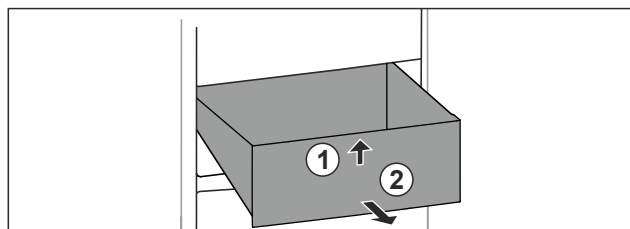

Fig. 92
- ▶ Podignite ladicu sprijeda. Fig. 92 (1)
- ▶ Izvadite ladicu prema naprijed. Fig. 92 (2)